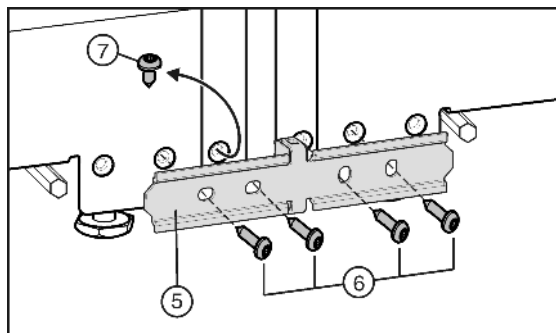

Fig. 6
- ▶ Si su aparato se ha equipado con el tornillo Fig. 6 (7) premontado: Desenrosque el tornillo.
- ▶ Fije ligeramente la chapa de unión Fig. 6 (5) con dos tornillos Fig. 6 (6) en un aparato.